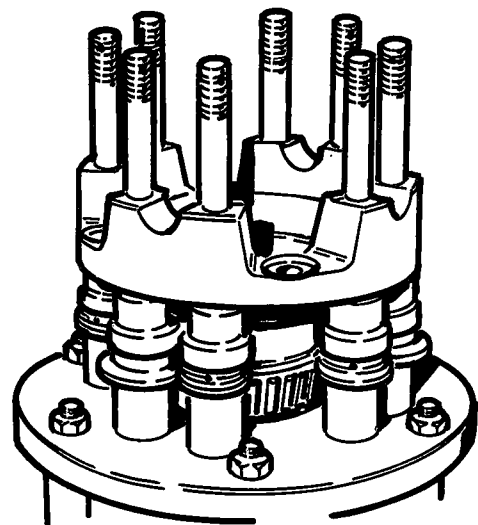

Fig. 22
- De andere satellietenhuishelft (28), met de bouten (25) erin, neerleggen met de binnenzijde omhoog gericht (fig. 22). Smeer de binnenzijde in met molybdeendisulfide vet.